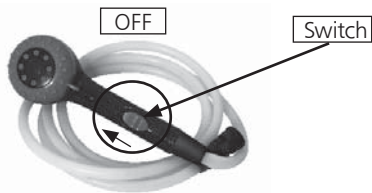

FIG. 6
7. Vous pouvez arrêter le débit d'eau à tout moment en glissant l'interrupteur dans la position « ARRÊT » (OFF) (vers le haut). (FIG. 6) Le brûleur s'éteindra et la pompe continuera à fonctionner pendant 5 minutes. Pour rallumer le brûleur, glissez l'interrupteur dans la position « OUVERT » (OPEN) (vers le bas), et l'eau sortira de la pomme de douche et le brûleur se rallumera en 5 à 10 secondes